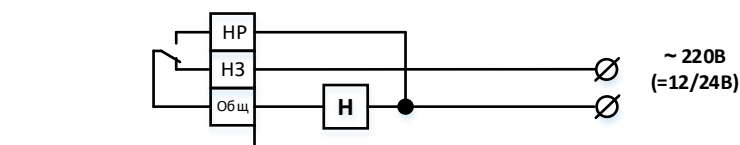

Рис.5. Схема подключения к МАКС-У исп.4 нормально-включенной нагрузки с контролем наличия напряжения питания нагрузки.
2.3.1. Схема подключения нормально-включенной нагрузки с контролем цепей и наличия напряжения питания приведена на рис.5.